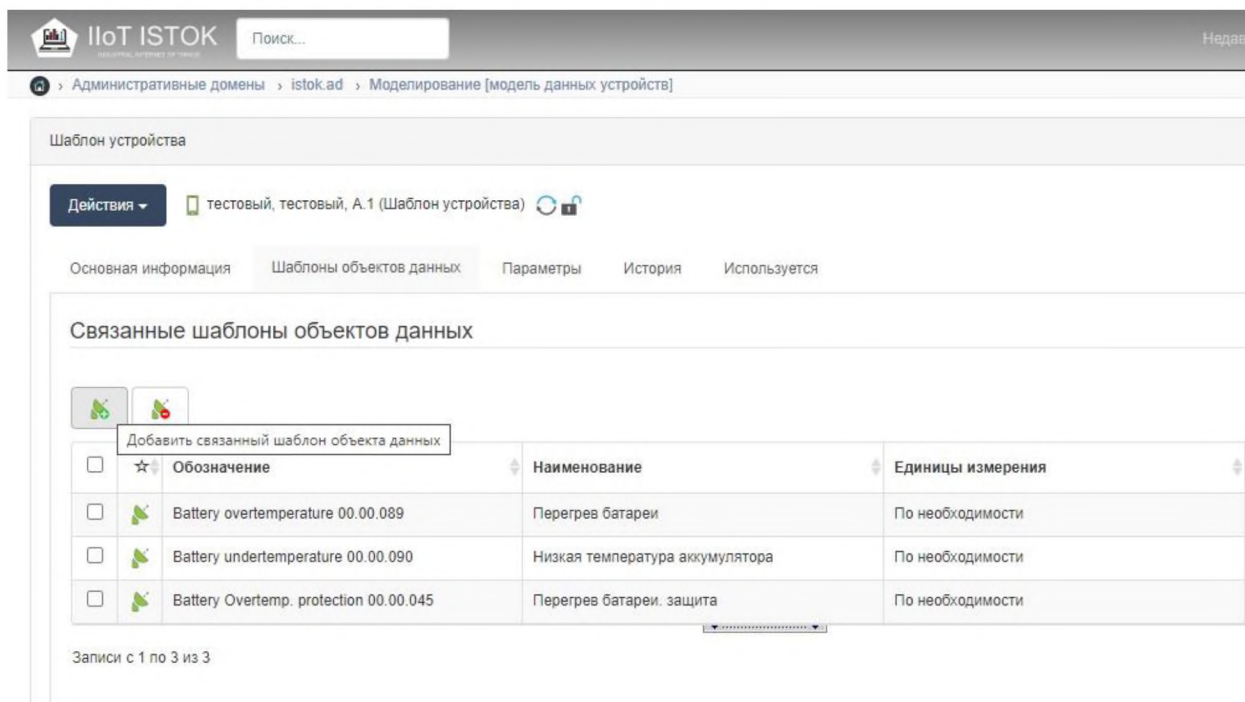

Рисунок 42 – Добавление связанного шаблона устройства
6) Перейдите на вкладку **Шаблоны объектов данных** и нажмите кнопку  **Добавить связанный шаблон объекта данных** (рис. 42).